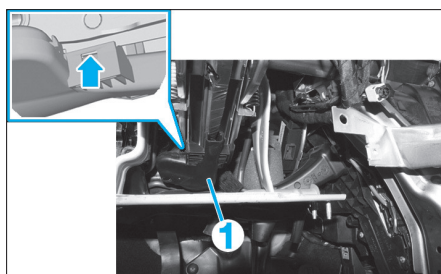

Fig. 9
- Déposer le cache du câble (1) situé sous la colonne de direction. Pour cela, soulever légèrement les ergots (représentés par une flèche) des deux côtés et déposer le canal de câble du guide situé sur la colonne de direction (Fig.9).